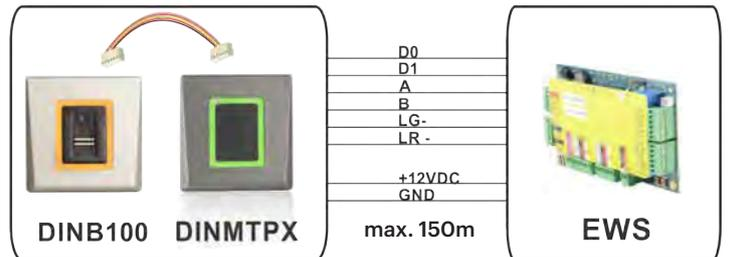

Abb. 2
2. Schließen Sie den DINB100 an den Controller an. Der RFID-Leser wird nicht mit dem Controller verbunden. (Abb. 2)